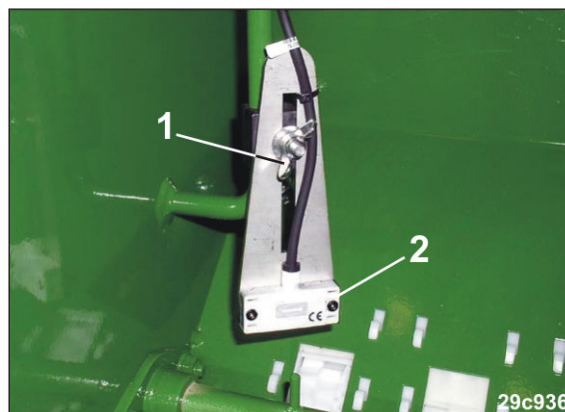

Рис. 71
1. Открутите барашковую гайку (Рис. 71/1).
2. Установите высоту датчика уровня наполнения (Рис. 71/2) в соответствии с необходимым остаточным количеством посевного материала.
3. Затяните барашковую гайку (Рис. 71/1).